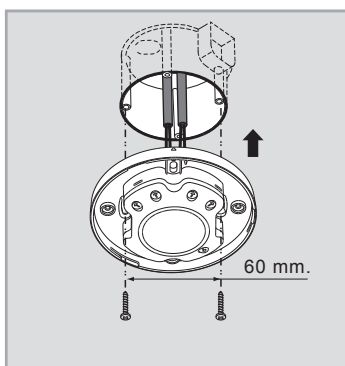
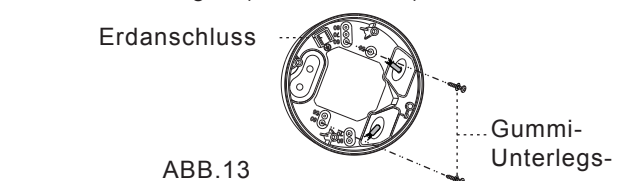

ABB.8
ABB.13
- 3.4.3.3 Achten Sie darauf, die am besten geeigneten Aussparungen auszuwählen, um die Abzweigdose mit 2 Holzschrauben und Gummi-Unterlegscheiben an der Deckenoberfläche anzubringen (siehe ABB.13).
- 3.4.3.4 Weitere Informationen über die korrekte Verkabelung finden Sie in den Schaltplänen (siehe ABB.5). An der Montageplatte befindet sich eine rechteckige Öffnung; achten Sie beim Einführen der Montageplatte in die Abzweigdose darauf, den Zylinder auf den Vorsprung der Abzweigdose auszurichten (siehe ABB.8); anschließend ist der Melderkopf gemäß ABB.13 an der Power Box anzubringen und mit den 4 beigefügten unverlierbaren Schrauben zu befestigen.